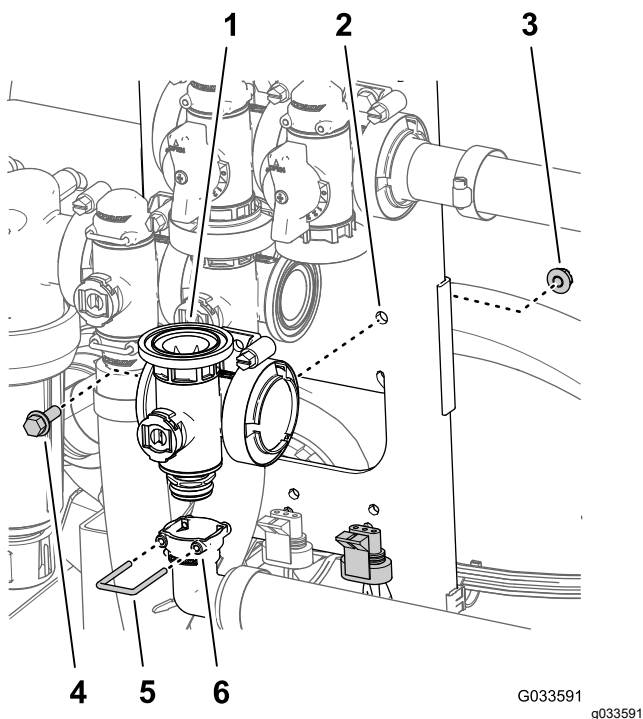

Figure 118
- Retirez l'étrier qui fixe le raccord de sortie à 90° au coupleur du collecteur de la vanne générale des rampes (Figure 118).
- Retirez le boulon à embase ($\frac{1}{4} \times \frac{3}{4}$ po) et le contre-écrou à embase ($\frac{1}{4}$ po) qui fixent la vanne générale des rampes sur son support, puis déposez le collecteur de la machine (Figure 118).